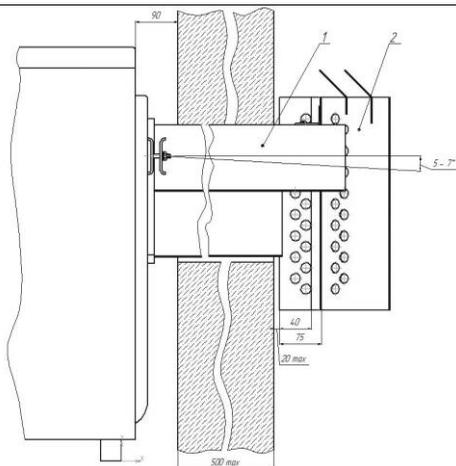

Рис. 3 – Установка дымовоздушного блока
7.23 Последовательность монтажа котла с отводом продуктов сгорания через внешнюю стену в соответствии с **рис. 3**:
Дымовоздушный блок обрезать так, чтобы нижняя часть дымохода выступала не более, чем **на 20 мм**, сохранив при этом вылет верхней части дымовоздушного блока. Установить инжектор 2 в соответствии с **рис. 3**.